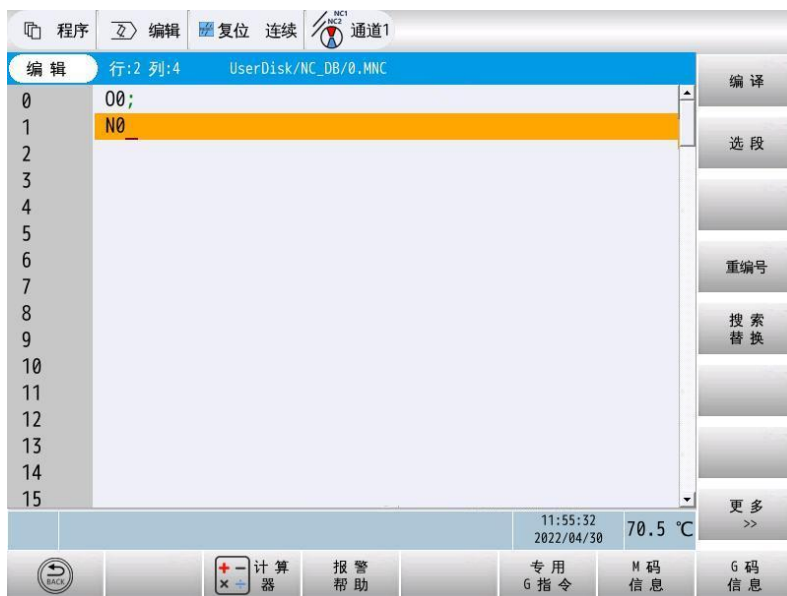

图 4-2 程序名确认后的界面
- 2) 按  键或者 **确认** 软键确认建立新程序，如需退出程序新建对话框，可按 **取消** 软键退出。确认后的界面显示如图4-2所示。